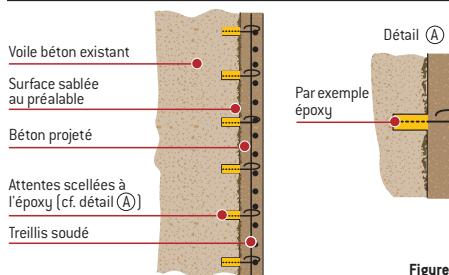

Figure 14
- Renforcement par chemisage d'un mur existant à l'aide de treillis soudé et béton projeté, ou bien par application de tissus en fibres de carbone qui se raccordent au travers des planchers par l'intermédiaire de mèches de liaison. La liaison avec les fondations se fait avec des mèches d'ancre (fig. 14).